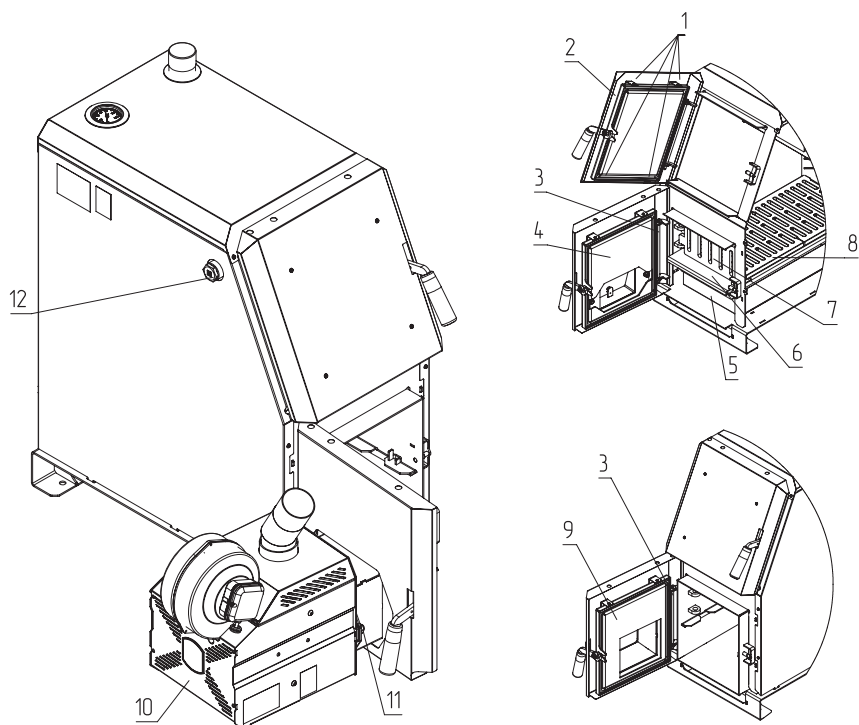

Рис. 17 Порядок установки горелки ZOTA «FOX» на твердотопливные котлы ZOTA Forest 16, 21, 31
- Снимите кожух дверцы загрузочной (Рис. 17, поз.1), открутив четыре самореза (Рис. 17, поз.2), затем извлеките ось (Рис. 17, поз.3) и снимите дверцу зольную (Рис. 17, поз.4);
- Извлеките зольник (Рис. 17, поз. 5), перегородку (Рис. 17, поз. 6), решетку шуровочную (Рис. 17, поз. 7) и колосниковые решетки (Рис. 17, поз. 8);
- Установите адаптер горелки (Рис. 17, поз. 9) и зафиксируйте его осью (Рис. 17, поз. 3), затем установите на место кожух дверцы загрузочной (Рис. 17, поз. 1);
- Установите горелку (Рис. 17, поз. 10) на котел и зафиксируйте ее гайками (Рис. 17, поз. 11);
- Для установки гильзы под датчики температуры и перегрева снимите пробку или тягорегулятор (если установлен) и установите гильзу (Рис. 17, поз. 12) в освободившееся отверстие.